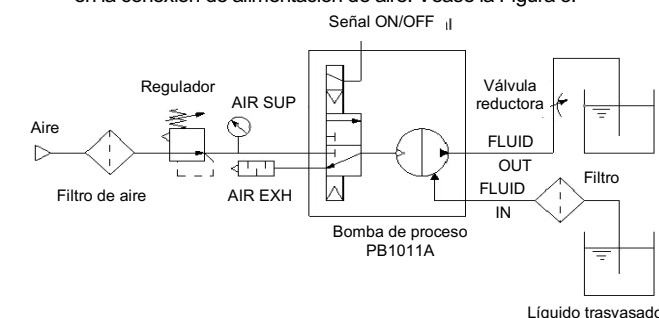

Fig. 3. Ejemplo de circuito
- 1) Conecte la toma de aire a la entrada de alimentación "AIR SUP" y conecte la toma para el fluido trasvasado a la conexión de succión "FLUID IN" y a la conexión de descarga "FLUID OUT". Véase la Fig. 3.